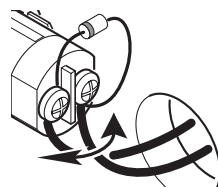

Figure 11
- **Bouton-poussoir sans fil :** Lorsque le carillon est branché à un bouton-poussoir à DEL, il peut y avoir interférence électrique avec les boutons-poussoirs sans fil. Pour régler le problème, localisez le bouton-poussoir avec la diode. Inversez les fils raccordés à ce dernier (voir la Figure 11). *Note :* N'enlevez pas et ne modifiez pas les connexions des fils à la diode.